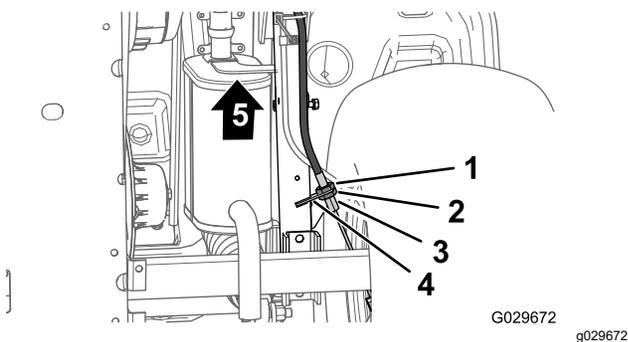

Bild 57
- B. Ziehen Sie die hintere Klemmmutter an (Bild 57).
3. Lockern Sie an der Unterseite der Maschine die hintere Klemmmutter für den Gewindeeinsteller des Feststellbremszugs um vier Umdrehungen (Bild 57).
- A. Lockern Sie die hintere Klemmmutter (Bild 57) für den Gewindeeinsteller des Feststellbremszugs um eine Umdrehung.
- B. Ziehen Sie die vordere Klemmmutter an (Bild 57).
4. Ziehen Sie die vordere Klemmmutter an (Bild 57).
- A. Lockern Sie die vordere Klemmmutter (Bild 57) für den Gewindeeinsteller des Feststellbremszugs um eine Umdrehung.